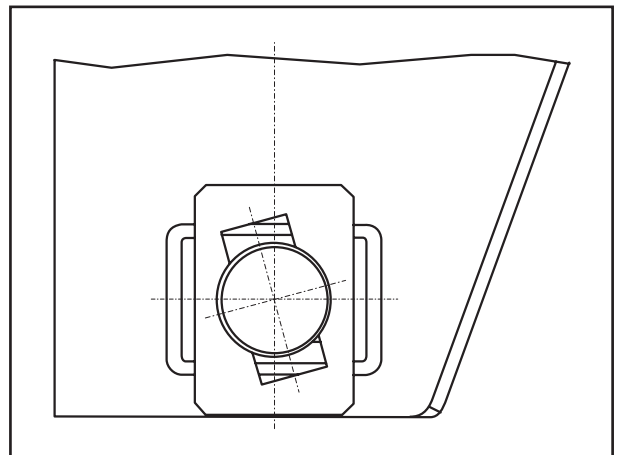

Fig. 20
- [30] Kulissenscheiben an den Stützenunterkanten beidseitig bündig ausrichten und Sicherungsmuttern leicht anziehen - nicht festziehen (Fig. 20).
[30] Align connecting link discs flush on both sides with the bottom edges of the hanger brackets and tighten the lock nuts - do not tighten firmly (Fig. 20).
[30] Installer les cales à coulisse bord-franc des deux côtés sur les rebords inférieurs de la main et serrer les écrous de sûreté - ne pas serrer à fond (fig. 20).